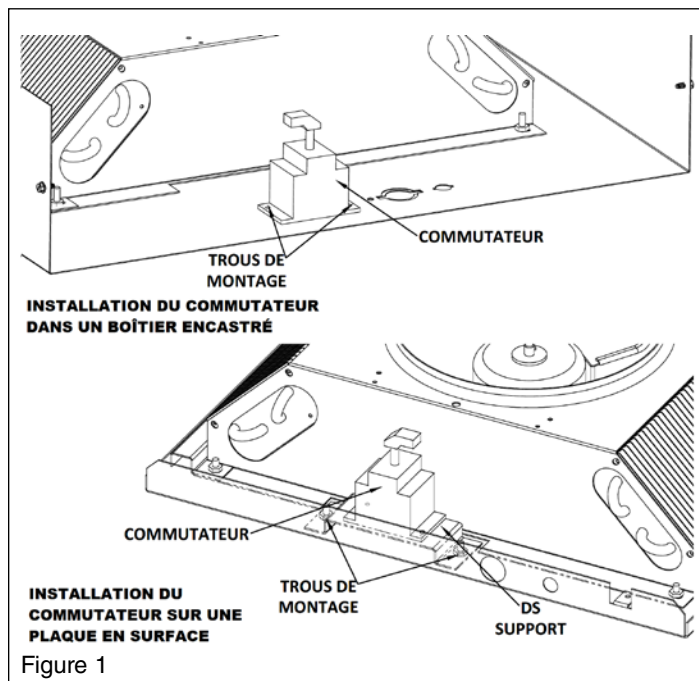

Figure 1
1. Installer le commutateur sur la plaque de fixation en surface ou dans le boîtier encastré comme illustré dans les instructions d'installation du radiateur et dans la figure 1, avec les bornes marquées L1, L2 et L3 vers la découpe.
1. Installer le commutateur dans le boîtier encastré comme illustré dans les instructions d'installation du radiateur et dans la figure 1, avec les bornes marquées L1, L2 et L3 vers la découpe.